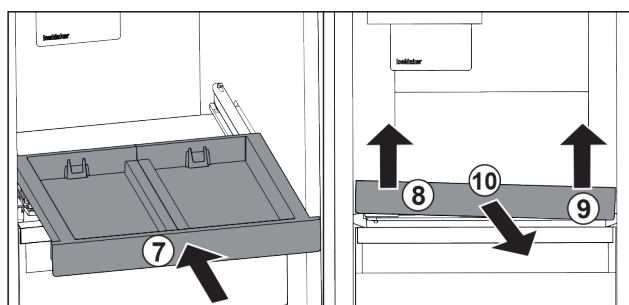

Fig. 141
- ▶ Gurnite izvlačnu ploču. Fig. 141 (7)
- ▶ Podignite izvlačnu ploču naprijed lijevo. Fig. 141 (8)
- ▶ Podignite izvlačnu ploču naprijed desno. Fig. 141 (9)
- ▶ Izvadite izvlačnu ploču prema naprijed. Fig. 141 (10)